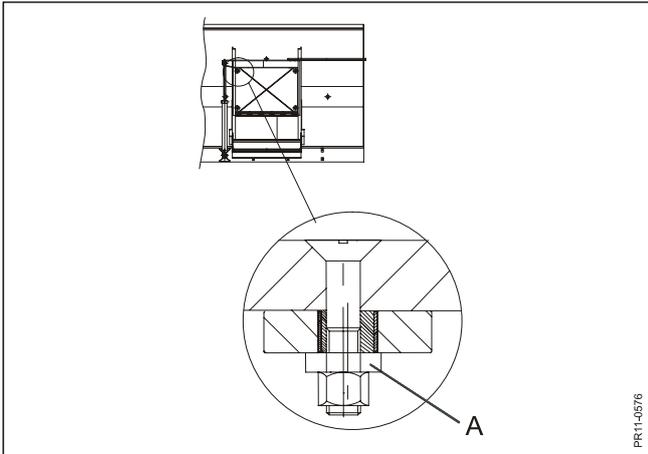

Fig. 9.7
Fig. 9.7 Die Rollen des Deckels sollten $\frac{1}{2}$ jährlich geprüft und evt. eingestellt werden. Die Mutter lockern. Die Rolle kann an der Kante mit Hilfe des Exzenters (A) eingestellt werden. Der Deckel soll parallel mit der Führung mit so geringem Spiel wie möglich zwischen Rolle und Kante fahren.